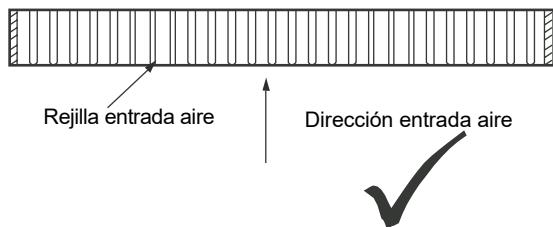

Figura 3.11
- 1) Asegúrese de mantener el ángulo de la rejilla de aire paralelo a la dirección de la entrada de aire cuando haga el panel de entrada de aire de la caja de retorno. Consulte la figura 3.11.